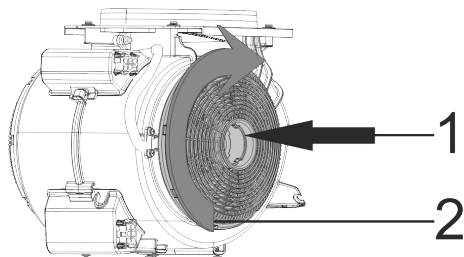

Fig. 6: KUL 10 & KUL 13
- 1- Placer kulfilterne på motorens sider (Fig. 6).
- 2- Sørg for at dreje kulfilterne med urets retning for at låse dem fast (Fig. 6).